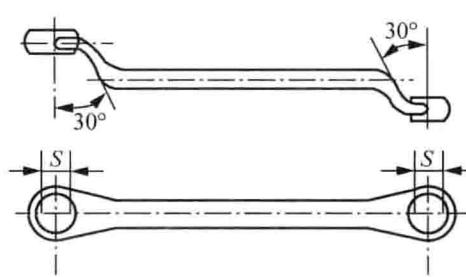

图 1-4 梅花扳手
(2) 梅花扳手(图 1-4)。梅花扳手两端内孔为正六边形, 按其闭口尺寸 S 大小分 8~10mm、12~14mm、17~19mm 等。通常成套装备, 有 8 件一套、10 件一套等。